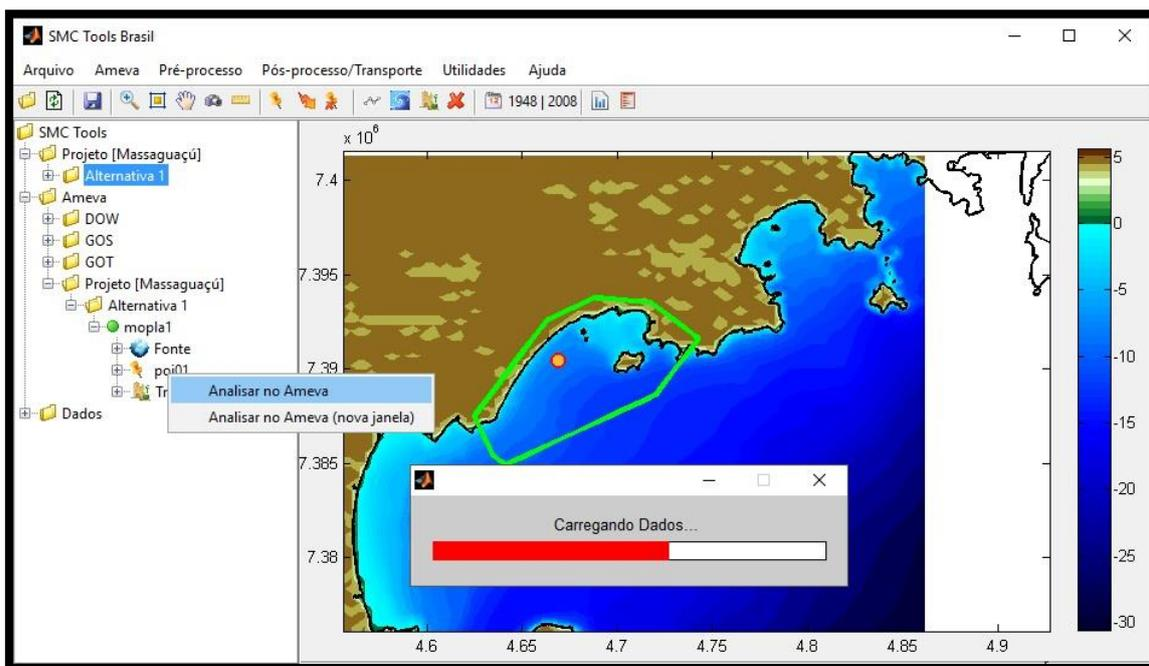

Figura 14 – Caminho aonde estará o ponto a ser analisado no AMEVA.
- 16) Selecionar o ponto, pressionar o botão direito e clicar em “Analisar no Ameva” para reconstruir as séries estatísticas das variáveis ambientais daquele ponto da costa (Figura 14);